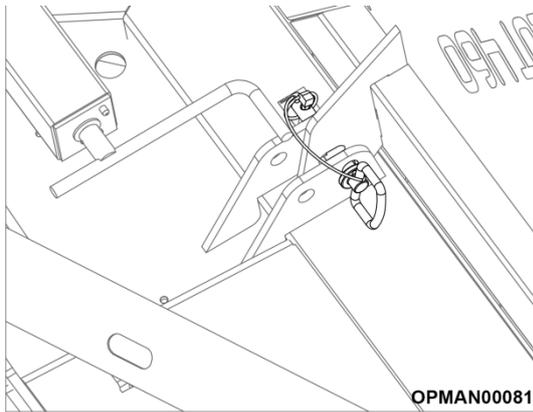

Figure 4.16
4.6.1.1 Sur les Multicut 460/460 Proline, retirez les goupilles de verrouillage des 2 ailes ; voir la Figure 4.16.
Sur les Multicut 620, retirez les goupilles de verrouillage et la sangle de fixation à cliquet des 2 ailes ; voir les Figures 4.16 et 4.17.
- 4.6.1.5 Sur les Multicut 460/460 Proline, installez les goupilles de verrouillage des 2 ailes ; voir la Figure 4.16.
Sur les Multicut 620, installez les goupilles de verrouillage et la sangle de fixation à cliquet des 2 ailes ; voir les Figures 4.16 et 4.17.